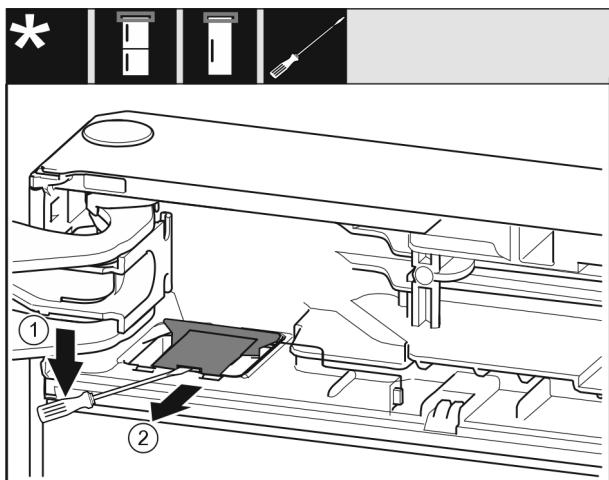

Fig. 10
- Plochým šroubovákom uvolněte kryt a zvedněte jej nahoru. Fig. 10 (1)
- Sejměte kryt. Fig. 10 (2)